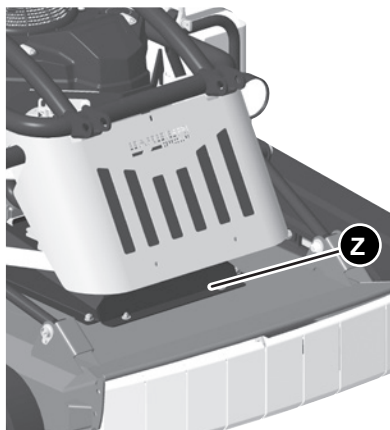

Рис. 7
Для регулировки ремня снимите кожух (Рис. 7 (U)). Проверьте натяжение с усилием 5 кг на ремне. Глубина изгиба ремня должна быть не более 5 мм.